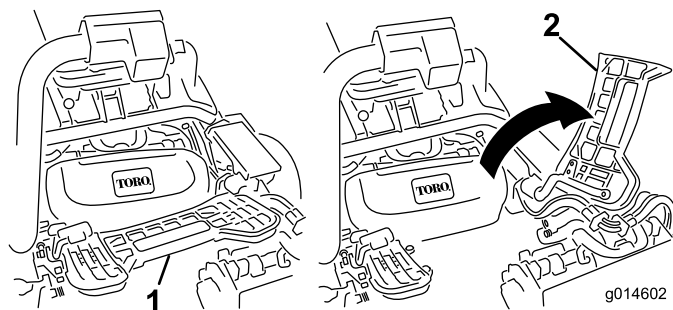

图35
2. 提起脚踏板并翻开，以便接触到中间滚刀组位置（图 35）。